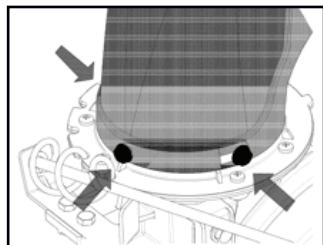

Рис. 7
- Поместите желоб на посадочное отверстие, закрепите его болтами с квадратным подголовком внутри и гайками снаружи. (рис. 7).
Рис. 7а